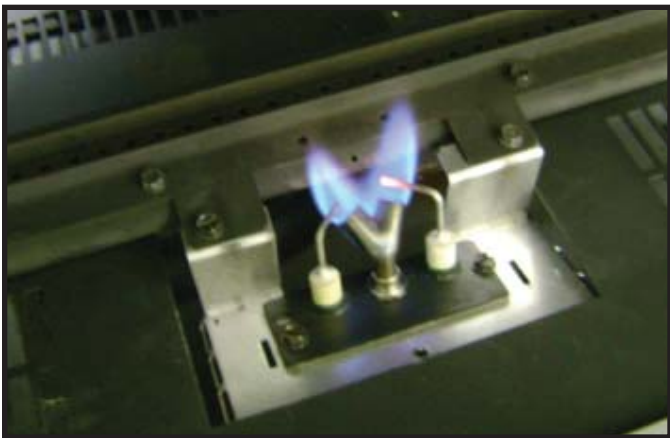

Fig. 3.1 IPI Pilot flammemønster
- Kontroller pilotflammens mønster og styrke. Se Fig. 3.1 for riktig mønster på pilotflammen. Rengjør eller skift ut åpningsboringen hvis nødvendig.